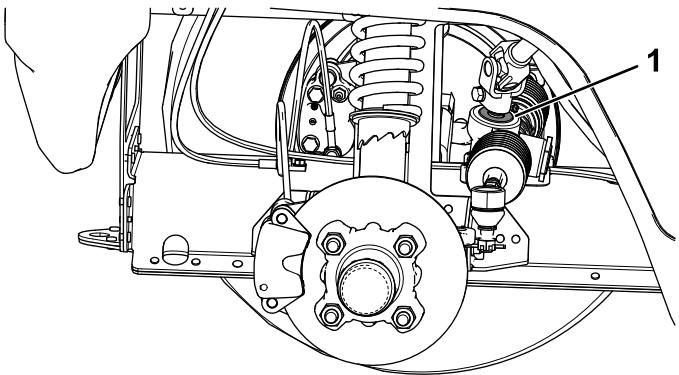

Figure 75
**Important:** Vérifier l'état et la fixation du joint de l'arbre de pignon (Figure 75).